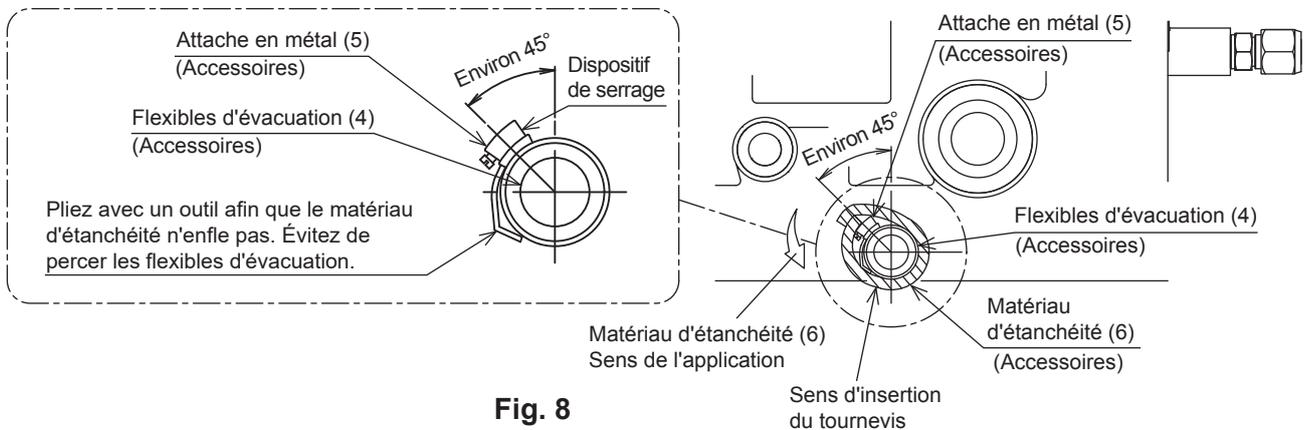

Fig. 8
- Pliez le bout de l'attache métallique (5) afin que le matériau d'étanchéité n'enfle pas. **(Reportez-vous à la Fig. 8.)**